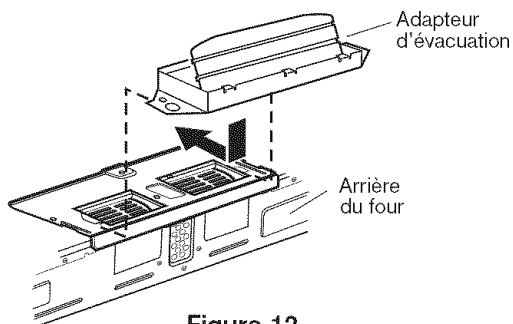

Figure 12
1. Fixer l'adaptateur sur la plaque du ventilateur en le glissant dans les guides (voir Figure 12).